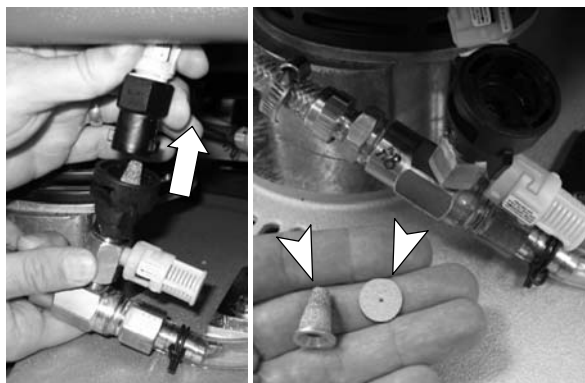

РИС. 51
2. Выньте черный пластиковый корпус фильтра и очистите или замените пластину сопла и фильтр (Рисунок 51).